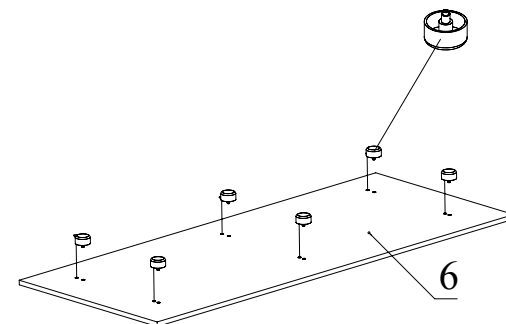

Рис.6
6. Установите деталь 5 между деталями 1, 2 и зафиксируйте, повернув головки минификс по часовой стрелке до упора (Рис. 6).